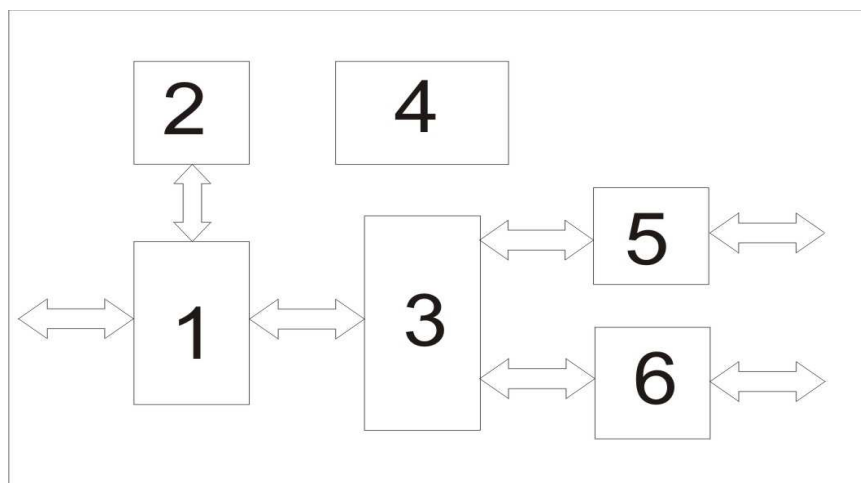

Рис. 3. Блоки ПИ
3.3. Функциональная схема ПИ приведена на рис. 3., где: